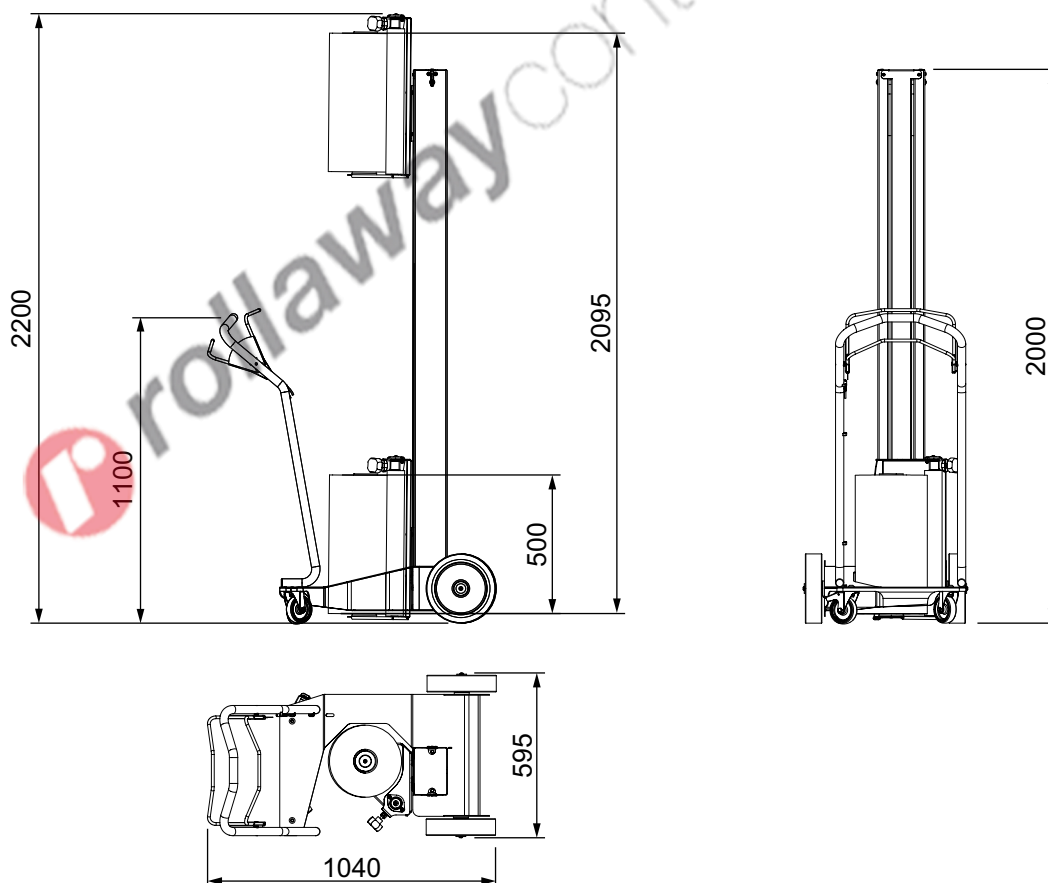

Figura 6
- Dimensioni di ingombro Vedi Figura 6 - pag. 18